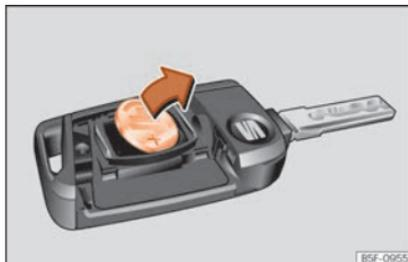

Abb. 120 Fahrzeugschlüssel: Batterie herausnehmen.
- Batterie mit einem geeigneten dünnen Gegenstand aus dem Batteriefach heraushebeln » Abb. 120.
- Neue Batterie wie gezeigt ansetzen » Abb. 120 und entgegen der Pfeilrichtung in das Batteriefach drücken » ⓘ.